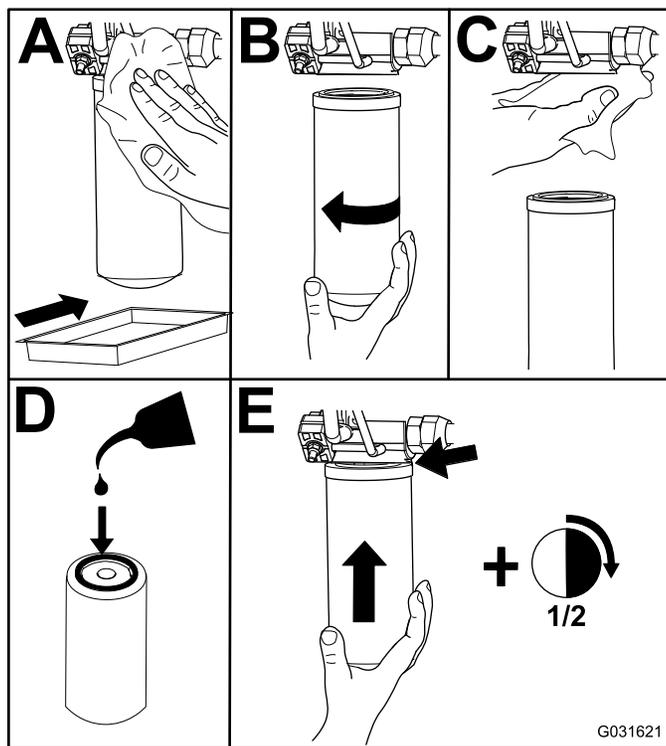

Figura 81
- Sostituite i filtri idraulici (Figura 81).